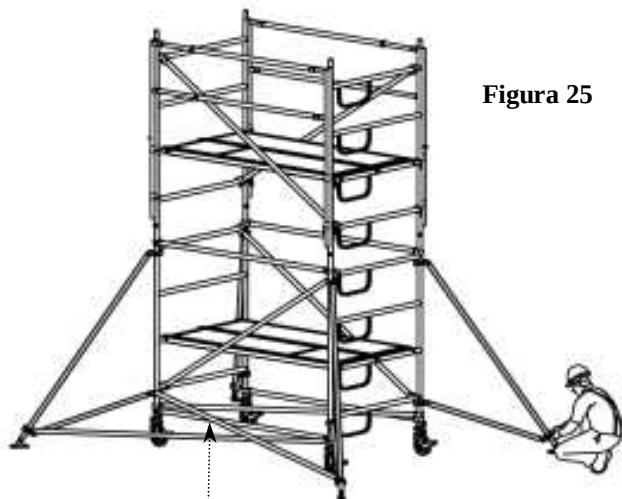

Figura 25
- 14) Montar los soportes estabilizadores como se muestra en la figura 25 si la torre móvil acabada requiere la utilización de los mismos (véase instrucciones en el punto 3.2.5 de página 10).